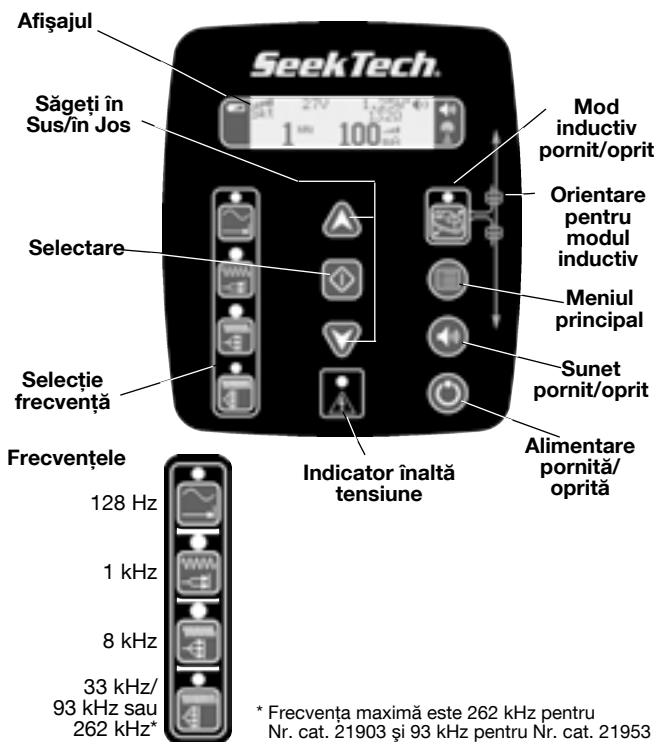
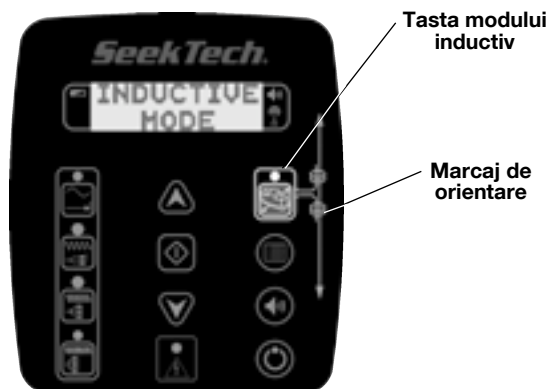

Figura 4 - Tastatura
Figura 14 - Tasta modului inductiv
5. Apăsăți butonul de PORNIRE/OPRIRE ALIMENTARE de pe tastatură pentru a porni emițătorul. Când se activează alimentarea, emițătorul va emite sunete ascendente. Emițătorul intra în pauză pentru a măsura cât curent ajunge la conductorul țintă. Cu cât sunt mai rapide sunetele, cu atât este mai puternic curentul detectat. Pentru a dezactiva sunetele, apăsați tasta pentru sunet. (Consultați Figura 4.)
- Apăsați butonul de PORNIRE/OPRIRE ALIMENTARE de pe tastatură pentru a PORNI emițătorul. Când se activează alimentarea, emițătorul va scoate sunete ascendente. Apăsați tasta modului inductiv. Ecranul va afișa mesajul „INDUCTIVE MODE” (Mod inductiv). (Consultați Figura 14.) Emițătorul va scoate un bâzâit scurt atunci când comută pe modul inductiv. După aceasta, va emite câte două sunete în timpul funcționării în modul inductiv. Dacă doriți, puteți opri sunetele apăsând tasta pentru sunet (consultați Figura 4).